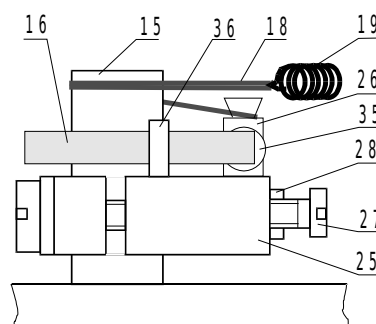

Рис. 10-5. То же, вид А, увеличено.
- 4) Не отпуская кольцо, левой рукой зацепить петлю поводка вместе с пружинкой за выступ стойки **26** (см. рис. 10-5), обвести поводок вокруг вала двигателя **против часовой стрелки** и зацепить другой конец пружины за крючок на рычаге **40**.
- 5) Выровнять ленточку горизонтально, глядя на нее по стрелке **А** (рис. 10-5) и поправляя ее положение на валу двигателя, затем - осторожно и мягко отпустить кольцо до натяжения ленты.